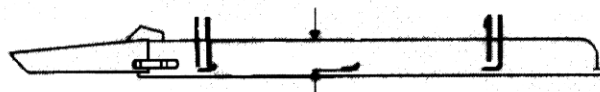

Fig 5
1. Drej hver kniv, indtil enderne vender fremad og bagud (Fig. 5). Mål afstanden fra indersiden af klippeenheden til skæret foran på kniven (Fig. 5), og husk dette mål.